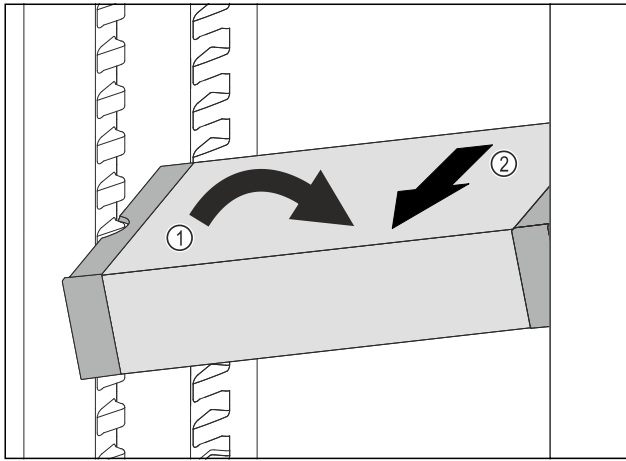

Fig. 122
- ▶ 在冷藏区中倾斜 VarioSafe。 Fig. 122 (1)
- ▶ 向前取出 VarioSafe。 Fig. 122 (2)